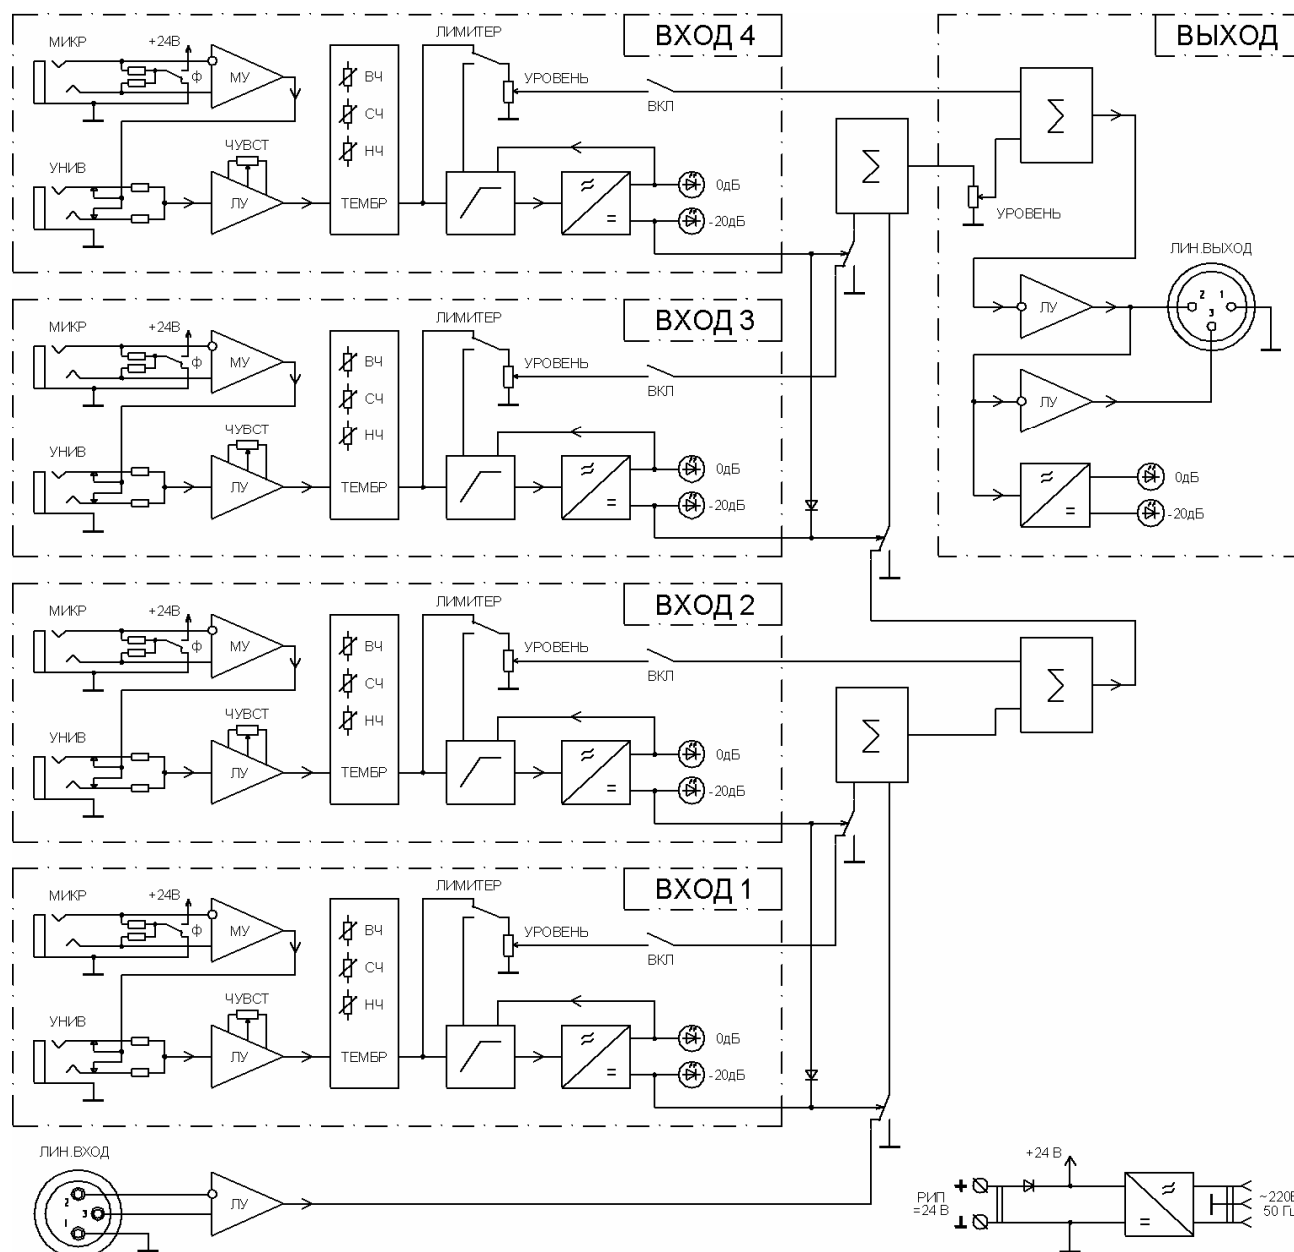

Рис. 1. Структурная схема предварительного усилителя МЕТА 9210.
9.1 Структурная схема УП приведена на рис.1.